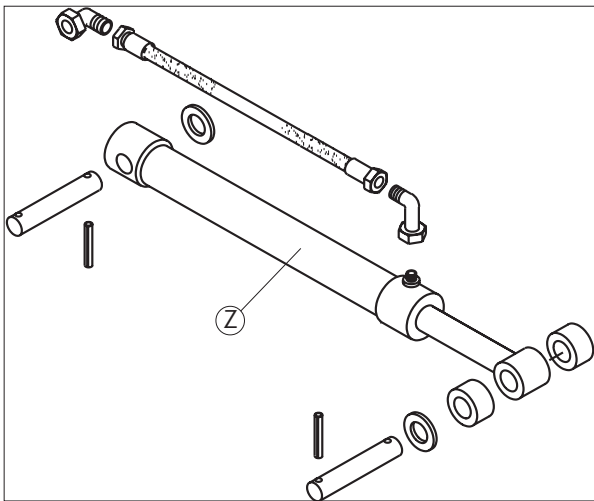
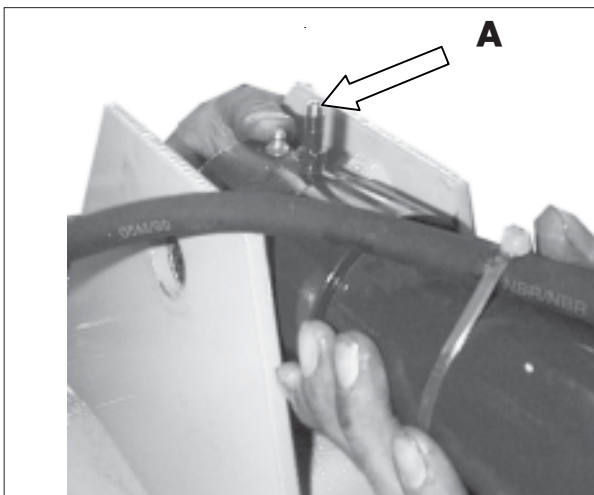

Fig. 3-12
Fig. 3-13
Etirer le vérin hydraulique (Z) (actionner au besoin la soupape A pour que de l'air puisse entrer dans le vérin, voir fig. 3-13) et accrocher le vérin aux pièces de fixation du bras de levage (fig. 3-12). Utiliser le contenu du sac L pour ces travaux.
Accrocher ensuite le vérin hydraulique (Z) aux pièces de fixation sur le cadre (fig. 3-12). Utiliser le contenu du sac M pour ces travaux.